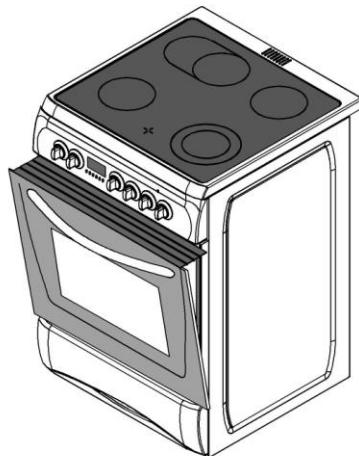

Рисунок 2
3. Поставьте щиток безопасности под панель управления, открыв переднюю стеклянную крышку духовки (рисунок 2)